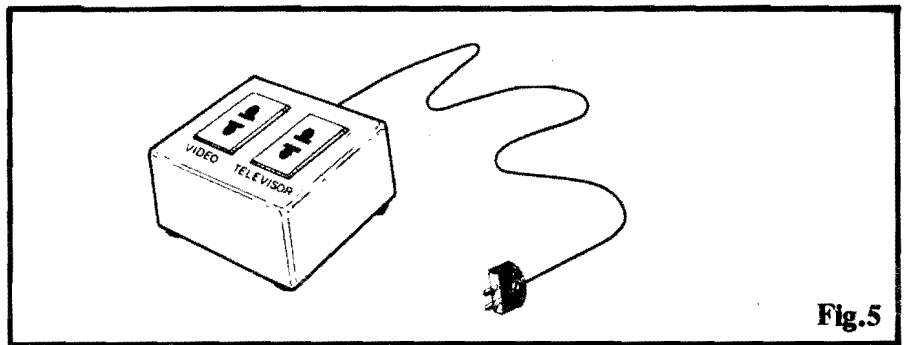

Fig.5
- FIG. 5 - "ENCAIXANDO" O CRECO... - Se o Leitor/Hobbysta usar um **container** conforme sugerido no item **OPCIONAIS/DIVERSOS** da LISTA DE PEÇAS, um acabamento conforme mostra o diagrama será mais prático,